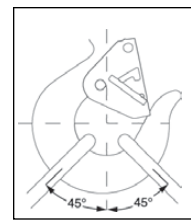

Figura 5
- Al colocar dos (2) eslingas en un gancho, asegúrese de que el ángulo desde la vertical hasta el ramal externo no sea mayor que 45 grados, y de que el ángulo interior entre los ramales no exceda los 90 grados* (ver Figura 5).